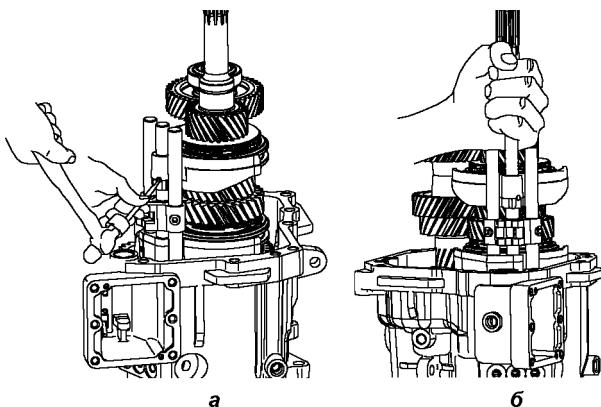

Рис. 6.12. Снятие и установка штоков переключения передач
11. Используя бородок с тонким цилиндрическим концом, выпрессуйте блокировочные штифты вилок переключения передач (рис. 6.12 а). Снимите штоки переключения передач (рис. 6.12 б).